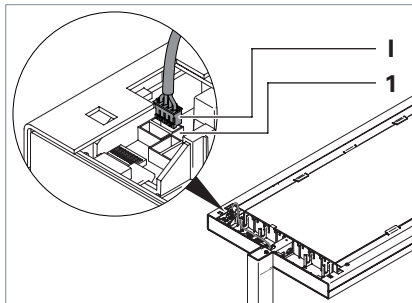

Fig. 4: Leuchtenkopf anschließen, Teil 1.
- Verbinden Sie den Stecker **I** mit der Buchse **1** „Tastm.“ am Leuchtenkopf, siehe Fig. 4 und siehe Tab. 3.